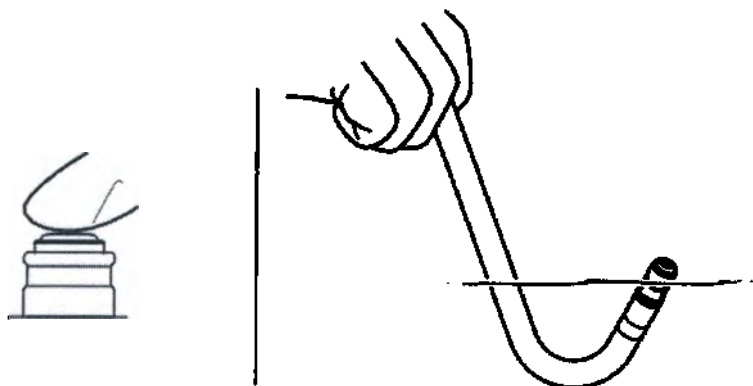

Рис. 7.60
- 3) Одной рукой медленно поверните рычаг управления изгибом вверх/вниз в направлении вверх «▲ U», держа вводимую трубку другой рукой. Как показано на Рис. 7.60, поднимите дистальный конец эндоскопа так, чтобы только патрубок откачки баллона был покрыт деаэрированной стерильной водой. Нажмите на клапан управления аспирацией/ аспирацией из баллона до второго уровня и убедитесь, что вода набирается в аспирационный/ инструментальный канал.